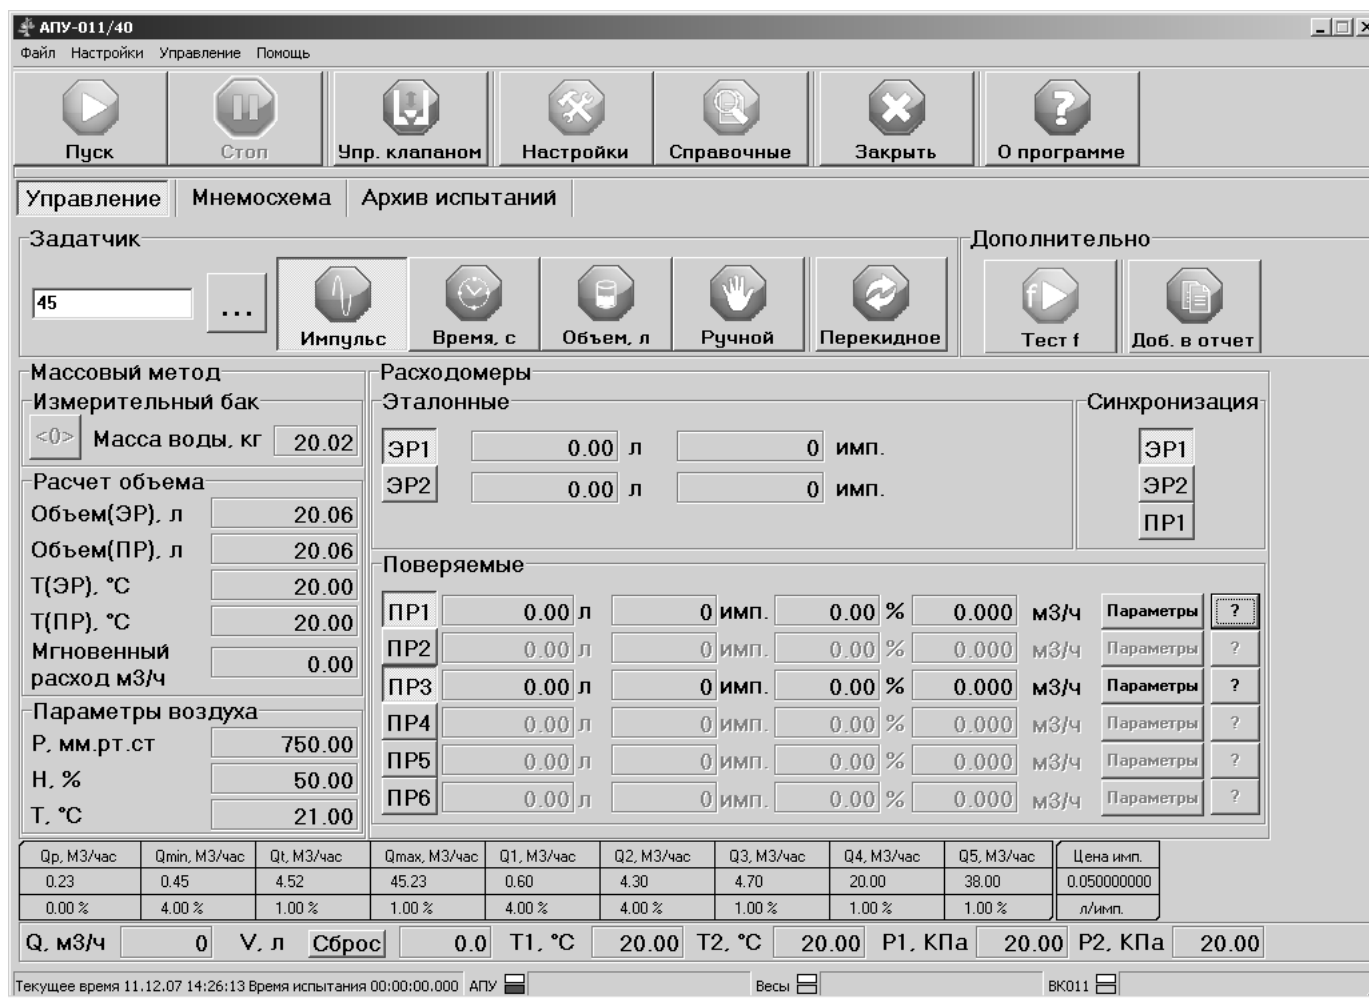

Рисунок 8 — Главное окно ПО АПУ-011/40
4.2.3 Включить клавишный переключатель (обозначен цифрой «4» на рисунке 3), подающий питание на ИБП ЭВМ и микроконтроллера. Включить ИБП, для чего нажать кнопку, расположенную ниже пульта управления ЧИП (обозначена цифрой «3» на рисунке 3). После этого начинается загрузка ЭВМ. По окончании загрузки (через 1,5 ... 2 мин.) на дисплее появляется главное окно программного обеспечения АПУ-011/40 (см. рисунок 8).
4.4.3 Открыть закладку «Управление» на дисплее ЭВМ (рисунок 8). В верхней части закладки отображается группа «Задатчик».